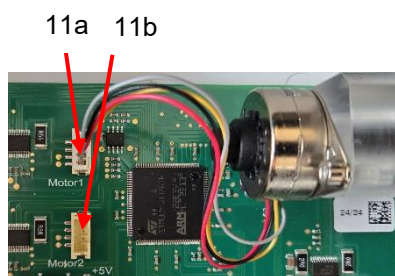

Figura 6
25. Atornille la tercera manguera (9) a la cámara de medición.
26. Enrosque la cuarta manguera (8) a la botella con la solución limpiadora. El procedimiento es el mismo que para conectar una botella indicadora, véase el capítulo 5.2. Puesta en servicio en el manual de instrucciones.
27. Enchufe el cable del motor de la bomba superior en la toma blanca superior (11a) (véase la figura 6).